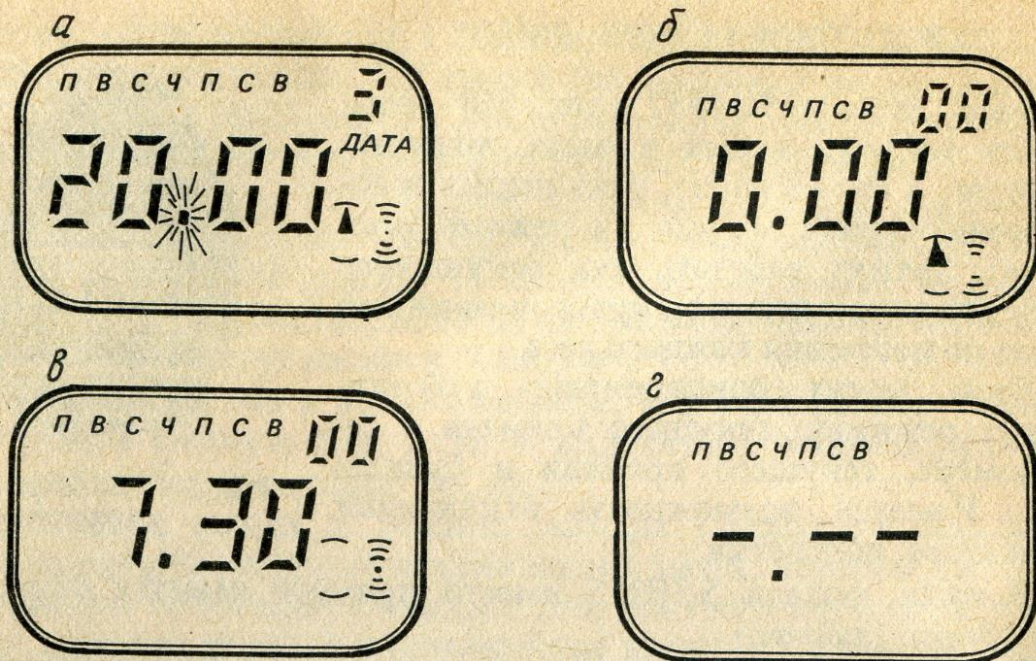

Рис. 21. Режимы работы часов:
**Режимы работы.** Основной режим — режим текущего времени. На индикаторе высвечиваются показания часов, минут, дня недели и секунд — состояние С, точка, разделяющая часы и минуты, неподвижна; или часы, минуты, день недели, дата, разделительная точка пульсирует, видна надпись ”ДАТА” — состояние Д (рис. 21,а).
**Режим секундомера.** На индикаторе высвечиваются часы, минуты, секунды обычно в нулевом состоянии (рис. 21,б), при нажатии кнопки ЛН — десятые доли секунд. Указатель режима секундомера пульсирует, черточка, указывающая день недели, не высвечивается. Режим секундомера обозначим сокращенно СЕК.
**Режим будильника.** На индикаторе также высвечиваются часы, минуты и секунды, пульсирует указатель режима будильника; указатель дня недели (черточка) отсутствует. Точка, разделяющая часы и минуты, неподвижна (рис. 21,в).
В режиме будильника имеются два состояния: Б1, когда будильник включен — высвечиваются часы, минуты, секунды, и Б2, когда будильник выключен — на месте часов и минут высвечиваются горизонтальные черточки (— · — ·). Точка, разделяющая часы и минуты, неподвижна, пульсирует указатель режима будильника (рис. 21,г).